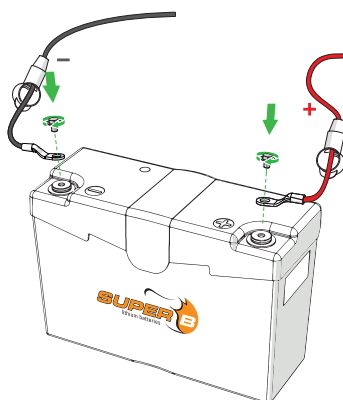

Figure 3. Connexion des câbles d'alimentation à la batterie.
1. Connectez la charge ou le chargeur à la borne (+) de la batterie Li-ion (Figure 3).
2. Connectez la charge ou le chargeur à la borne (-) de la batterie Li-ion (Figure 3).